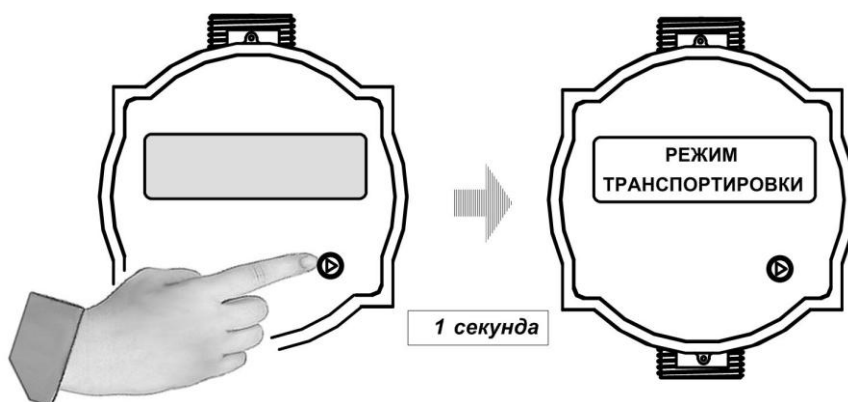

Рис.3. Переход к окну индикации «Режим транспортировки».
8.2. Расходомер при выпуске из производства находится в режиме транспортировки: отсутствует доступ к пользовательскому меню, после кратковременного (**примерно 1 секунда**) нажатия на кнопку управления (рис.3) на ЖКИ отображается надпись **РЕЖИМ ТРАНСПОРТИРОВКИ**.